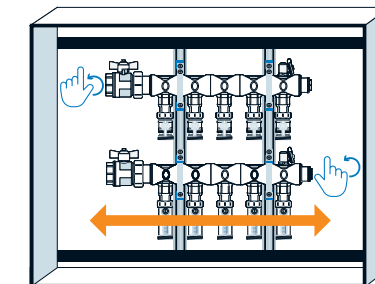

Figura 10: Escuadrar y nivelar el ensamble del colector
5. Mueva el ensamble del colector de nuevo a su posición a escuadra y a nivel (véase la **Figura 10**).